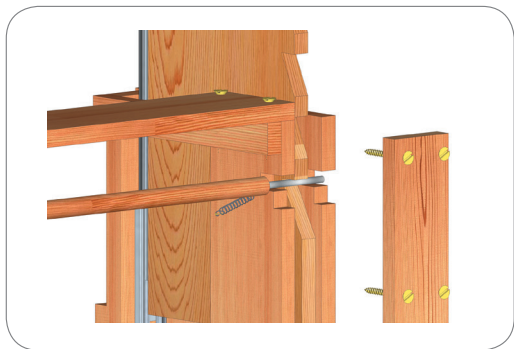

图 1-62 高度调节固定结构
3. 高度调节固定结构由圆木棒和圆钢棒组成，其结构如图 1-62 所示。在圆木棒两端面钻直径为 7 mm 的孔，嵌入直径为 8 mm 的圆钢棒作为限位销。当限位销卡入卡槽中，滑动支撑板处于限位状态，不能往下滑动；当将桌面往上提时，齿形槽的斜面将限位销往外挤，限位销克服弹簧弹力往槽口移动，滑动支撑板可向上滑动。要将桌面向下调节到坐姿高度，只需将桌面提到最高处，这时限位销被滑动支撑板下端更宽的侧面往外推压，滑落到竖直槽中，失去限位作用。桌面可往下滑动，再次调高桌面时，只需将限位销往上提即可复位。